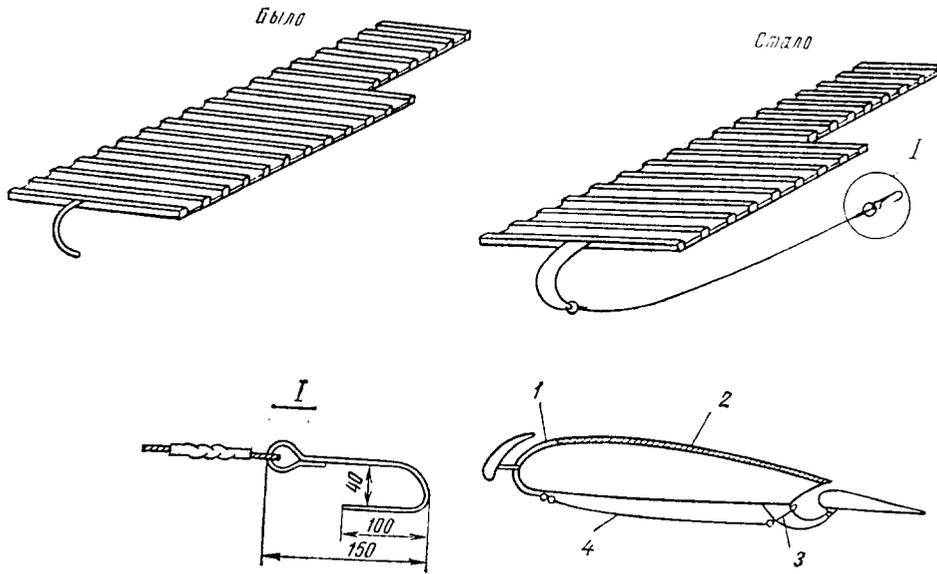

Рис. 25. Доработка трапа настила 63740/088А:
Доработка трапа-настила 63740/088 А (рис. 25) для работы на верхнем крыле
13. Изготовьте крюк страховочного троса (см. рис. 25), обезжирьте его бензином Б-70, загрузите грунт АК-070, просушите и покройте эмалью ХВ-16.